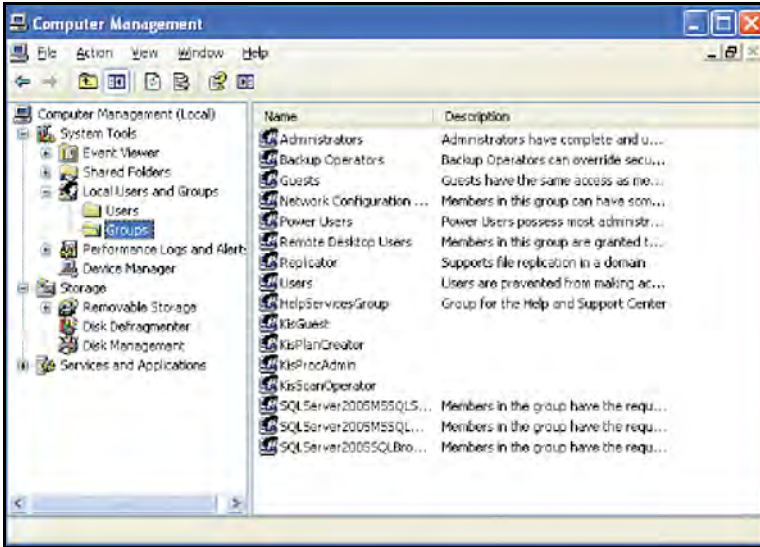

Figura 116: La Lista de grupos
4. A continuación, haga clic en la carpeta Grupos (ver *Figura 116* a continuación).